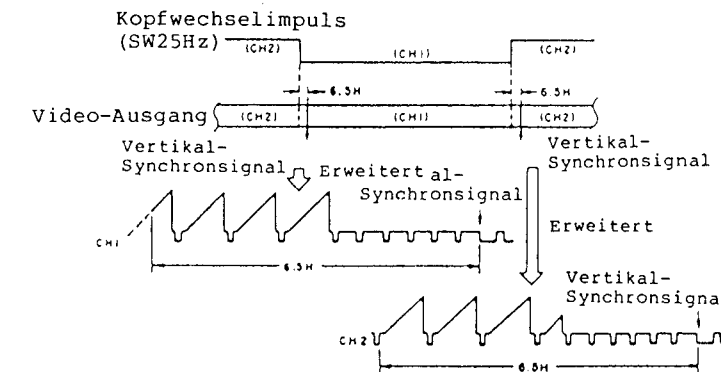

Abb. 4-104
- 1) Kopfwechselpunkt (Abb. 4-104, 4-151, 4-153)